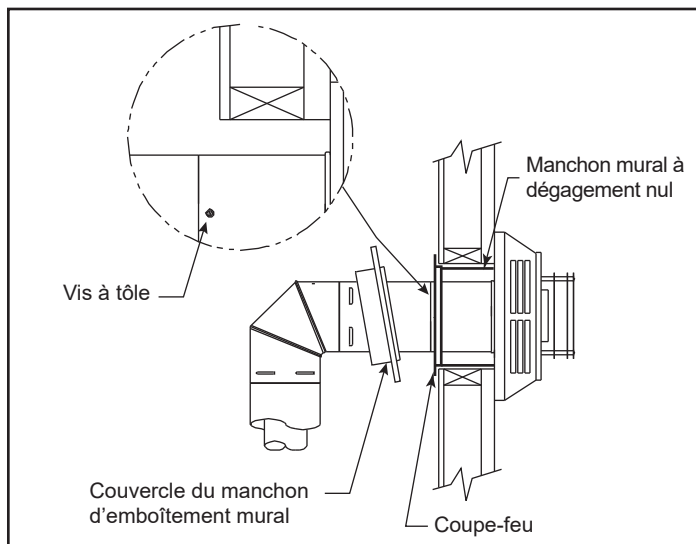

Figure 3.30
**Étape 5** – Faites glisser l'appareil et l'assemblage de conduit de ventilation vers le mur, en insérant avec précaution la section de conduit dans l'assemblage de chapeau. Il est important que la section de conduit pénètre dans l'arrière du chapeau de conduit avec un chevauchement minimal de 32 mm (1-1/4 po). Utilisez les deux (2) vis à tôle fournies pour attacher la section de conduit à l'arrière du chapeau de conduit. Le couvercle du manchon d'emboîtement mural couvrira les têtes de vis (figure 3.30).